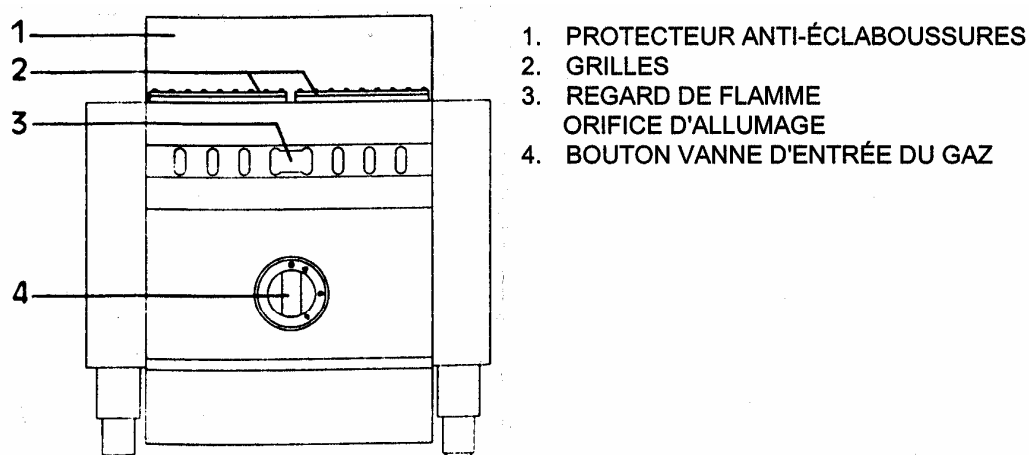
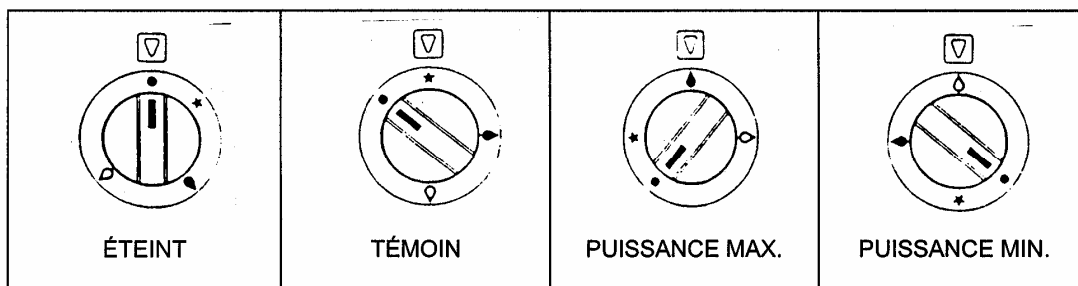

Fig. 5
Fig. 6
b) Appuyez légèrement sur le bouton de la vanne d'entrée du gaz "4" (Fig. 5) et faites-la tourner dans le sens contraire des aiguilles d'une montre jusqu'à ce qu'elle soit sur la position TÉMOIN (★) (Fig.6)
c) Tout en maintenant le bouton de la vanne d'entrée du gaz enfoncez, introduisez une flamme dans l'orifice d'allumage "3" (Fig. 5) et rapprochez-la du brûleur jusqu'à ce que le témoin s'allume. Maintenez le bouton de la vanne d'entrée du gaz enfoncé pendant 20 secondes, jusqu'à ce que la flamme du témoin soit stable, puis relâchez le bouton (répétez les opérations ci-dessous si la flamme s'éteint).
d) Étant la flamme du témoin allumée et stable, vous pouvez allumer le brûleur. Appuyez sur le bouton et faites-le tourner dans le sens contraire des aiguilles d'une montre jusqu'à ce qu'il soit en position PUISSANCE MAX. (0) (Fig.6). Le bouton étant dans cette position, relâchez-le. Le brûleur s'allume par le biais du brûleur d'allumage.
Pour réduire la puissance, tournez le bouton jusqu'à ce qu'il soit en position de PUISSANCE MIN.(●) (Fig.6)
Tournez le bouton de la vanne d'entrée du gaz dans le sens des aiguilles d'une montre jusqu'à ce qu'il soit en position TÉMOIN (★) (Fig.6). Le brûleur principal s'éteint et le témoin reste allumé.
Pour éteindre le brûleur témoin, tournez la vanne d'entrée du gaz dans le sens des aiguilles d'une montre jusqu'à ce qu'il soit en position ÉTEINT (●) (Fig.6)